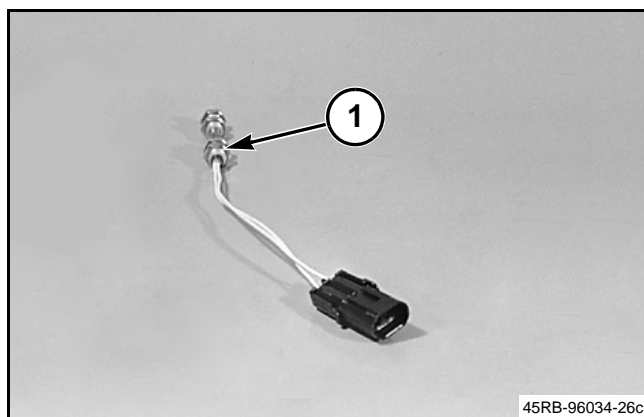

FIG. 69
FIG. 69: Consulte Ubicación de interruptores y sensores en esta sección para conocer la ubicación de los interruptores magnéticos (1). Un accionador que es un imán acciona cada interruptor magnético.